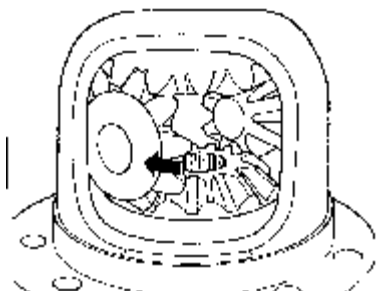

图 9-131 安装差速器行星齿轮
(10) 将带有变速器油的球面止推垫片装入，放入差速器大的行星齿轮，差速器小的行星齿轮应偏心 180° 置入，并向内摆动，如图 9-131 所示。安装时用于差速器行星齿轮的轴应打入到端部位置，并保证牢固。